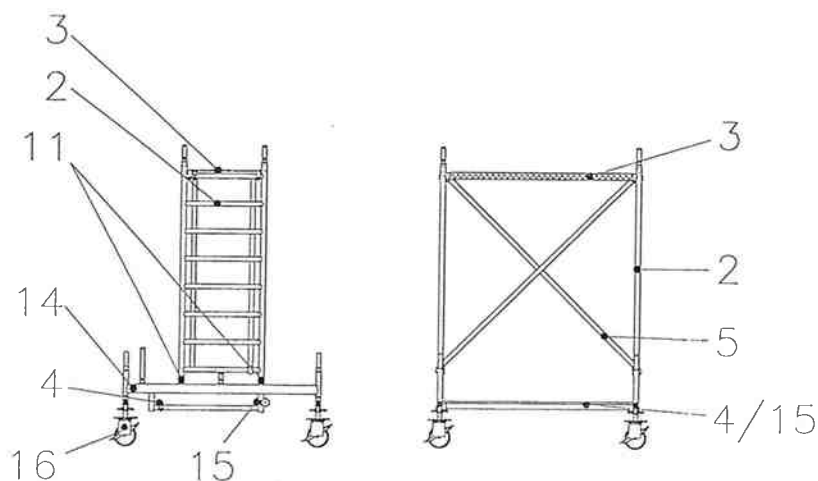

Bild 4 - Grundaufbau FG 460314 und 460315
- ⇒ Zunächst Fahrrollen (16) mit dem Fahrbalken (14) verbinden und mittels der Flügelschraube an der Spindelmutter in der im Fahrbalken vorgesehenen Bohrung gegen Herausfallen sichern.
- ⇒ Fahrbalken mit Fahrrollen aufrichten und zur Sicherung gegen Umfallen die Balkengrundstrebe (15) an den vertikalen Abhängungen der Fahrbalkensprosse locker befestigen. Dies kann bei Ein-Mann-Grundmontage auch wechselseitig erfolgen.
- ⇒ Längsriegel (4) entsprechend Darstellung im Bild 4 einhängen und einrasten. Die Schnellverschlüsse sind dabei ( wie bei allen mit Schnellverschlüssen ausgestatteten Bauteilen ) vertikal von oben nach unten einzurasten. Durch Federunterstützung schließt sich der Schnellverschluss selbsttätig. Nach dem Einrasten des Längsriegels die Balkengrundstrebe durch Anziehen der Halbkupplung fest mit den Fahrbalken verbinden.
- ⇒ Vertikalrahmen (2) auf die vorhandenen Zapfen des Fahrbalkens (14) aufstecken und mit Federsteckern (11) gegen Ausheben sichern. Beim Aufstecken der Vertikalrahmen auf die Fahrbalken darauf achten, ob das Gerüst mittig oder seitlich aufgebaut werden soll ( Ballastierungsangaben Abschnitt 2.3 beachten !! ).
- ⇒ Diagonalen (5) einhängen und einrasten. Der Diagonalenverlauf erfolgt immer von der unteren zur oberen Sprosse einer Vertikalrahmenebene. Die Diagonalen sind hierbei immer soweit als möglich außen zu montieren. Bei Aufbauten mit Rahmentafel liegt der Schnellverschluss der Diagonalen innerhalb des Schnellverschlusses der Rahmentafel.
- ⇒ **Betrifft nur Gerüsttyp 460315** : Rahmentafel mit Durchstieg (3) in die oberste Sprosse der Vertikalrahmen (2) einhängen und einrasten.
- ⇒ Gerüst durch Ein- bzw. Ausspindeln an den Fahrrollen (16) vertikal ausrichten. Vor dem Weiterbau Ballastierungsangaben im Abschnitt 2.3 beachten.